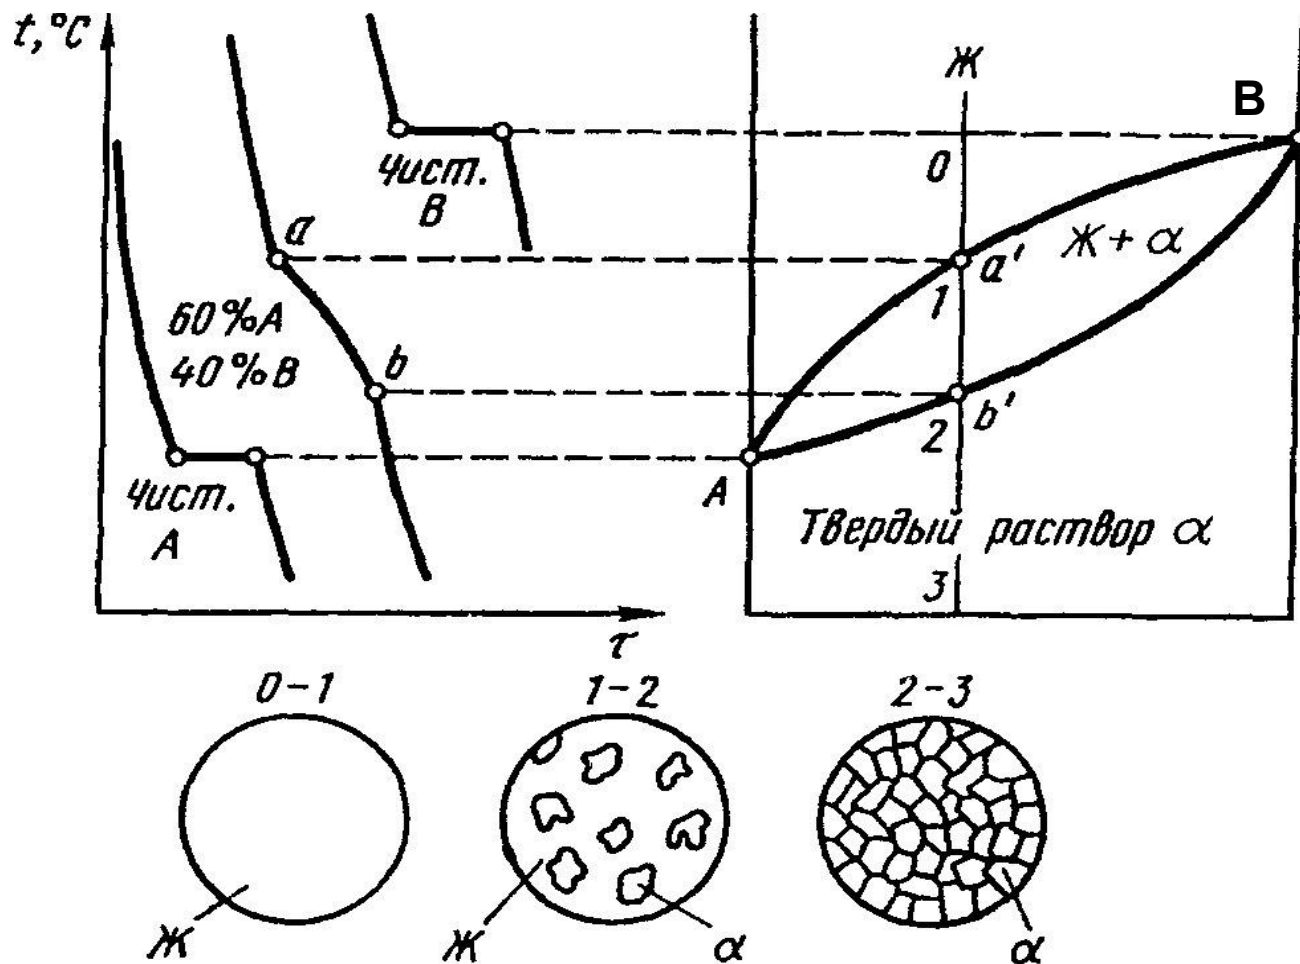

Рис.4.3
- **Диаграмма состояния** для случая полной **взаимной растворимости** компонентов **A** и **B** в жидком и твердом состояниях в зависимости от концентрации и температуры представлена на рис.4.3.
- Если **два компонента неограниченно растворяются** в жидком и твердом состояниях, то возможно **существование только двух фаз** - жидкого раствора $J (L)$ и твердого раствора (a).